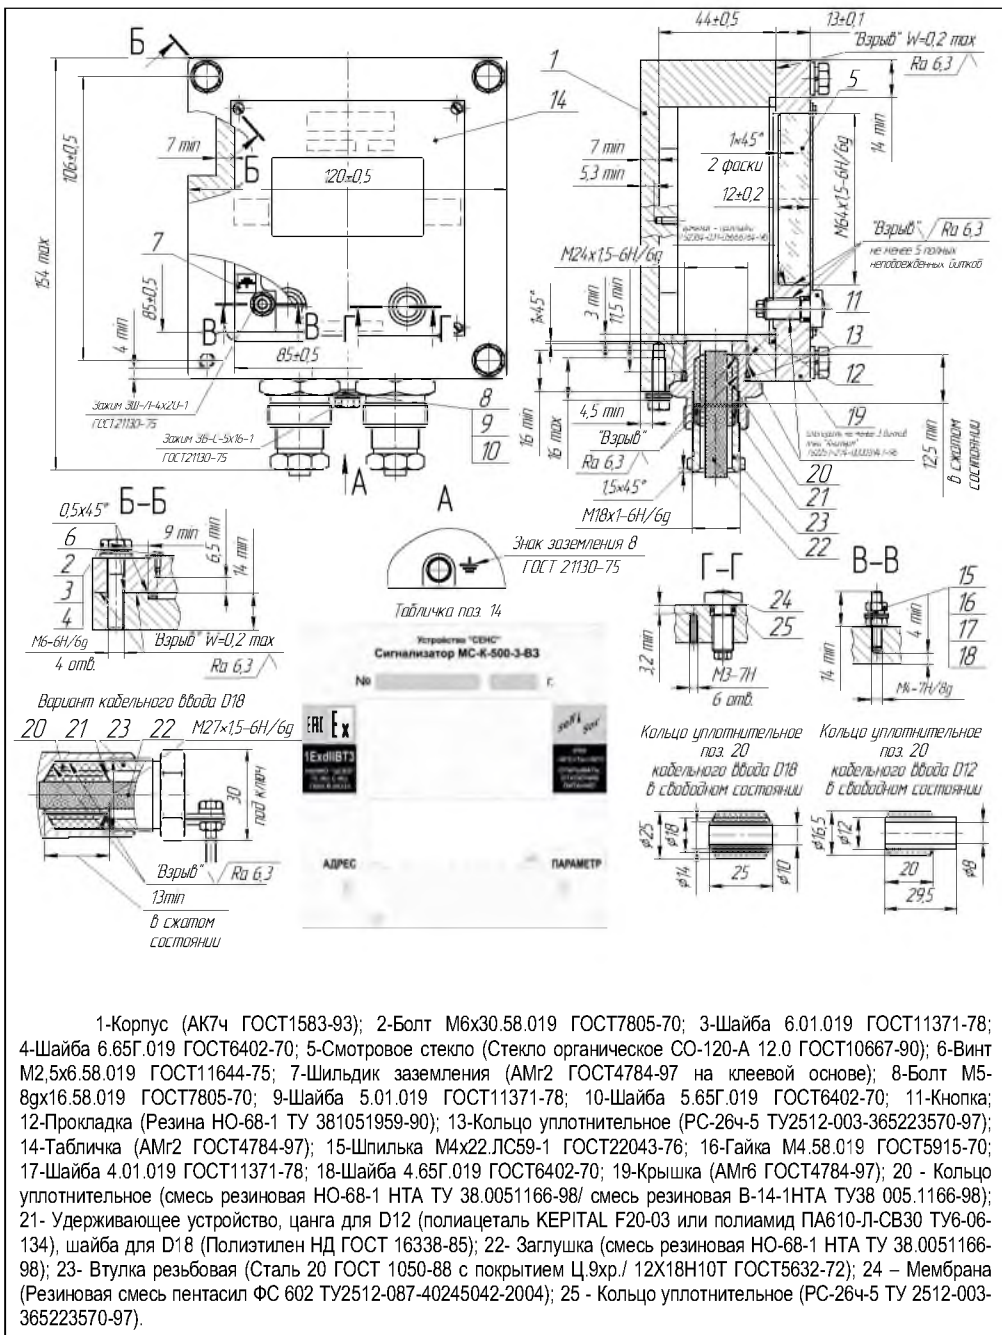

Рисунок 1.5 – Чертеж средств взрывозащиты для сигнализатора MC-K-500-3-B3
1.6.3 Взрывонепроницаемость оболочки обеспечивается исполнением деталей и их соединением с соблюдением параметров взрывозащиты по ГОСТ 30852.1-2002 (МЭК 60079-1:1998). Сопряжения деталей, обеспечивающих взрывозащиту вида «d», показаны на чертеже средств взрывозащиты (рисунок 1.5), обозначены словом «Взрыв».
Электрические соединения и герметизацию сигнализатора **МС-К-500-3-В3** производить следующим образом (рисунок 1.5):